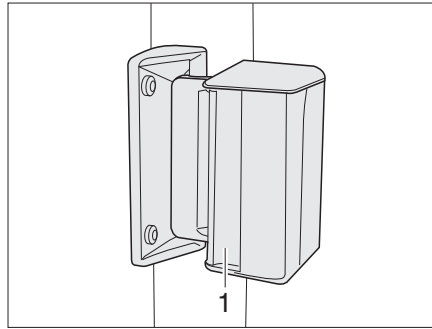

Fig. 53 Fenêtre coulissante
- Appuyer sur la poignée (Fig. 53,1) et la pousser ou tirer simultanément vers l'avant ou l'arrière.